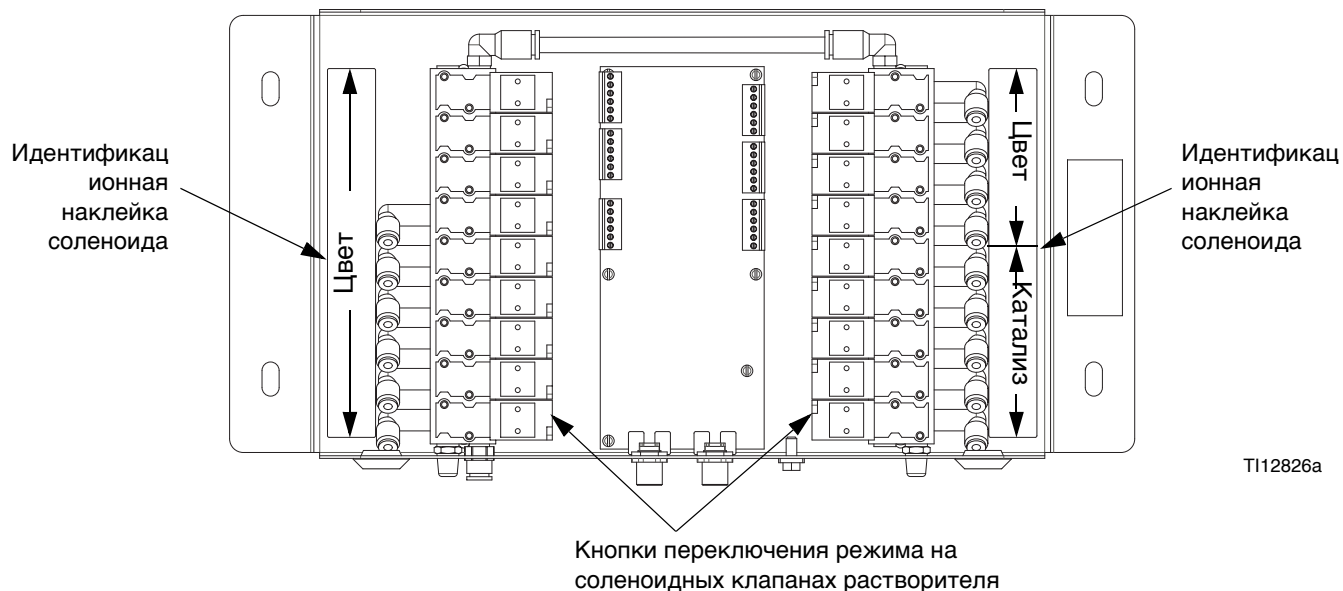

Рис. 66: Соленоидные клапаны смены цвета
4. См. Рис. 66 Откройте модель смены цвета. Используя идентификационные наклейки на соленоиде в качестве указателя, нажмите и удерживайте кнопку переключения режима на каждом соленоидном клапане цвета до тех пор, пока поток из пробоотборного клапана не остановится.
4. См. Рис. 66 Откройте модель смены цвета. Используя идентификационные наклейки на соленоиде в качестве указателя, нажмите и удерживайте кнопку переключения режима на каждом соленоидном клапане цвета до тех пор, пока поток из клапана сброса А не остановится.
6. См. Рис. 66 Используя идентификационные наклейки на соленоиде в качестве указателя, нажмите и удерживайте кнопку переключения режима на каждом соленоидном клапане катализатора до тех пор, пока поток из клапана сброса В не остановится.